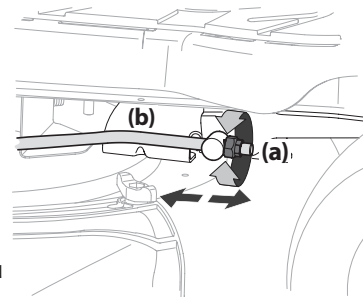

Figure 17
3. Repérez l'écrou autobloquant à bride (a) sur la partie avant de la tige de relevage de la prise de force (b). Voir Figure 17.